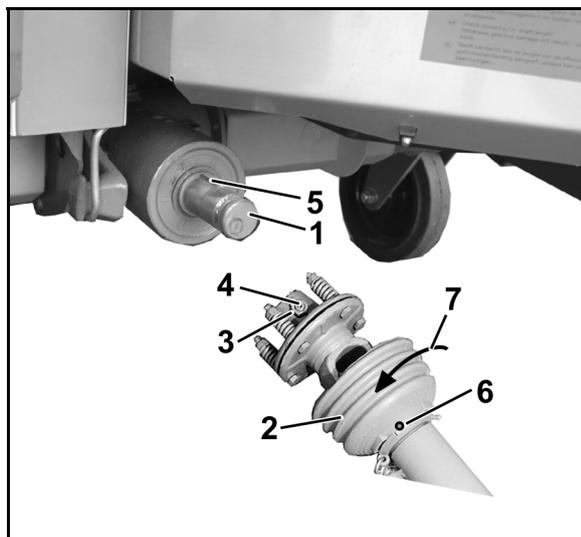

Fig. 36
2. Pulire l'albero primario del cambio (Fig. 36/1).
4. Svitare la vite di arresto (Fig. 36/6).
5. Ruotare la tramoggia di protezione (Fig. 36/2) nella posizione di montaggio (Fig. 36/7).
7. Staccare il controdado (Fig. 36/3) nella forcella di collegamento dalla frizione di sicurezza (finché il perno filettato non sporga sopra il controdado), svitare il perno filettato esagonale (Fig. 36/4) e verificare se sia possibile inserire agevolmente la forcella di collegamento sull'albero di trasmissione.
Assicurarsi che la chiavetta piana sia del tutto coperta (Fig. 36/5)!
9. Fissare l'albero cardanico in modo da evitare spostamenti assiali. A tal fine serrare con una chiave a tubo esagonale il perno filettato e bloccare con controdado (Fig. 36/3).
2. Staccare il controdado (Fig. 36/3) nella forcella di collegamento dalla frizione di sicurezza. Svitare il perno filettato (Fig. 36/4).